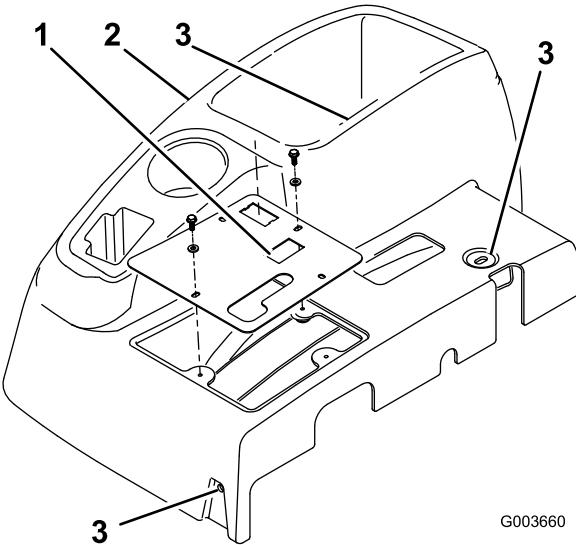

Рисунок 1
3. Снимите 4 шайбы и болты, которые крепят панель управления к консоли (Рисунок 1).
5. Снимите панель управления (Рисунок 1).
6. Снимите 3 болта, которые крепят консоль к раме (Рисунок 1). Снимите консоль, осторожно приподняв нижний край консоли вокруг опорного кронштейна и сдвинув ее вверх за ручку тормоза.